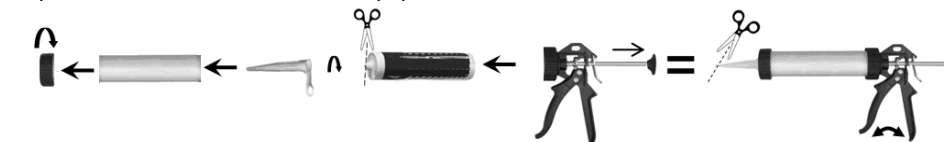

Рис. 5
3.4. Закладку герметика в жесткой упаковке (картридж) выполните в следующей последовательности (см. п. 3.2.), Рис. 5:
- гайку (2) без наконечника (1) накрутите на корпус (3);
- подготовленный картридж вставьте в корпус (3); при этом, совместите образовавшийся язычок наконечника картриджа с прорезью гайки (2);
- нажмите на пластину (10) и оттяните до упора шток (7) за рукоятку (9);
- заправленный корпус (3) накрутите на гайку (4);